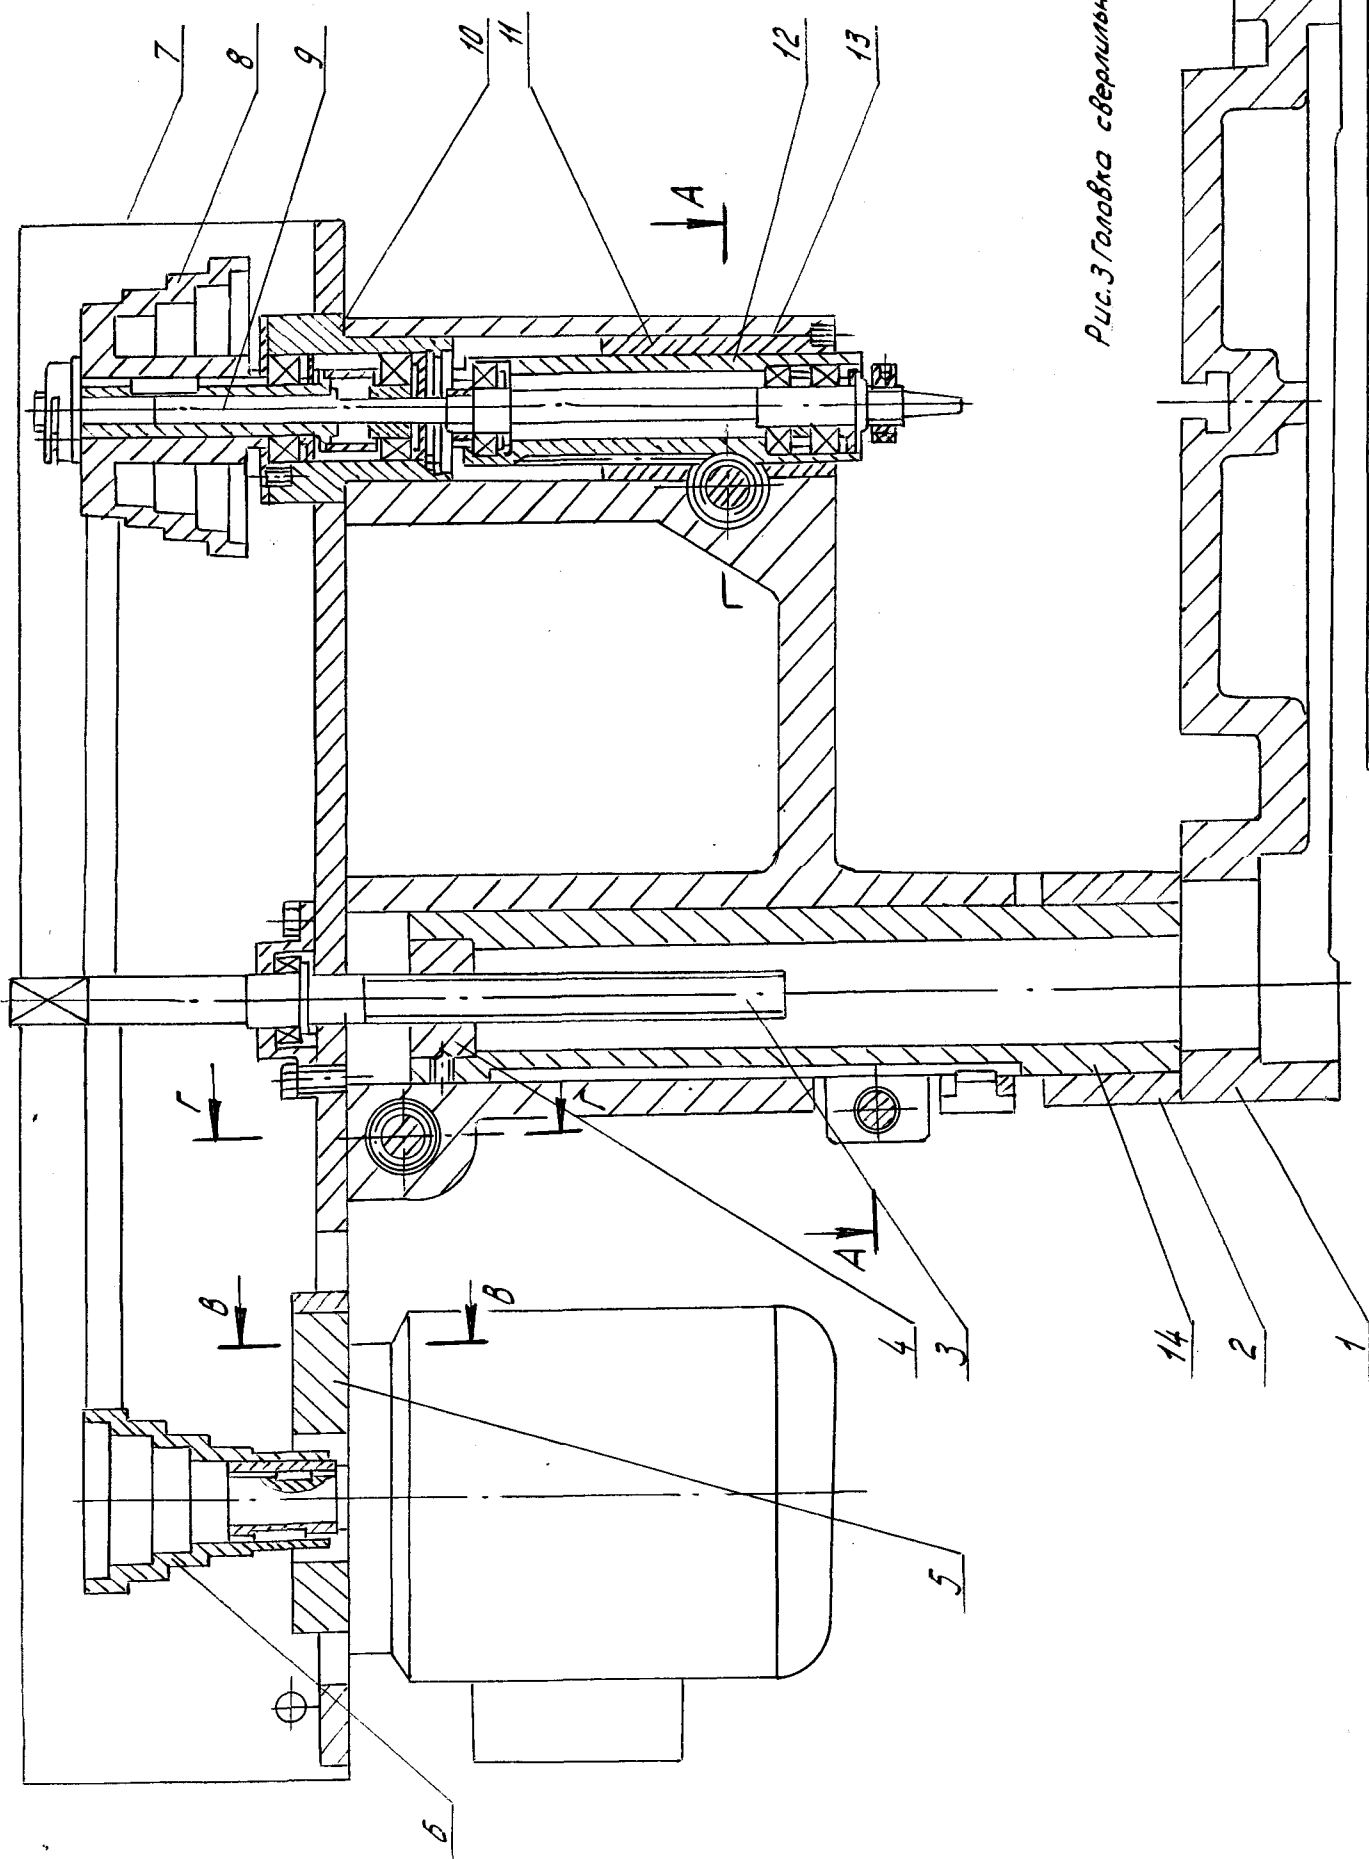

Рис. 3 Головка сверлильная
6.4.1. Головка сверлильная (рис. 3, 4)